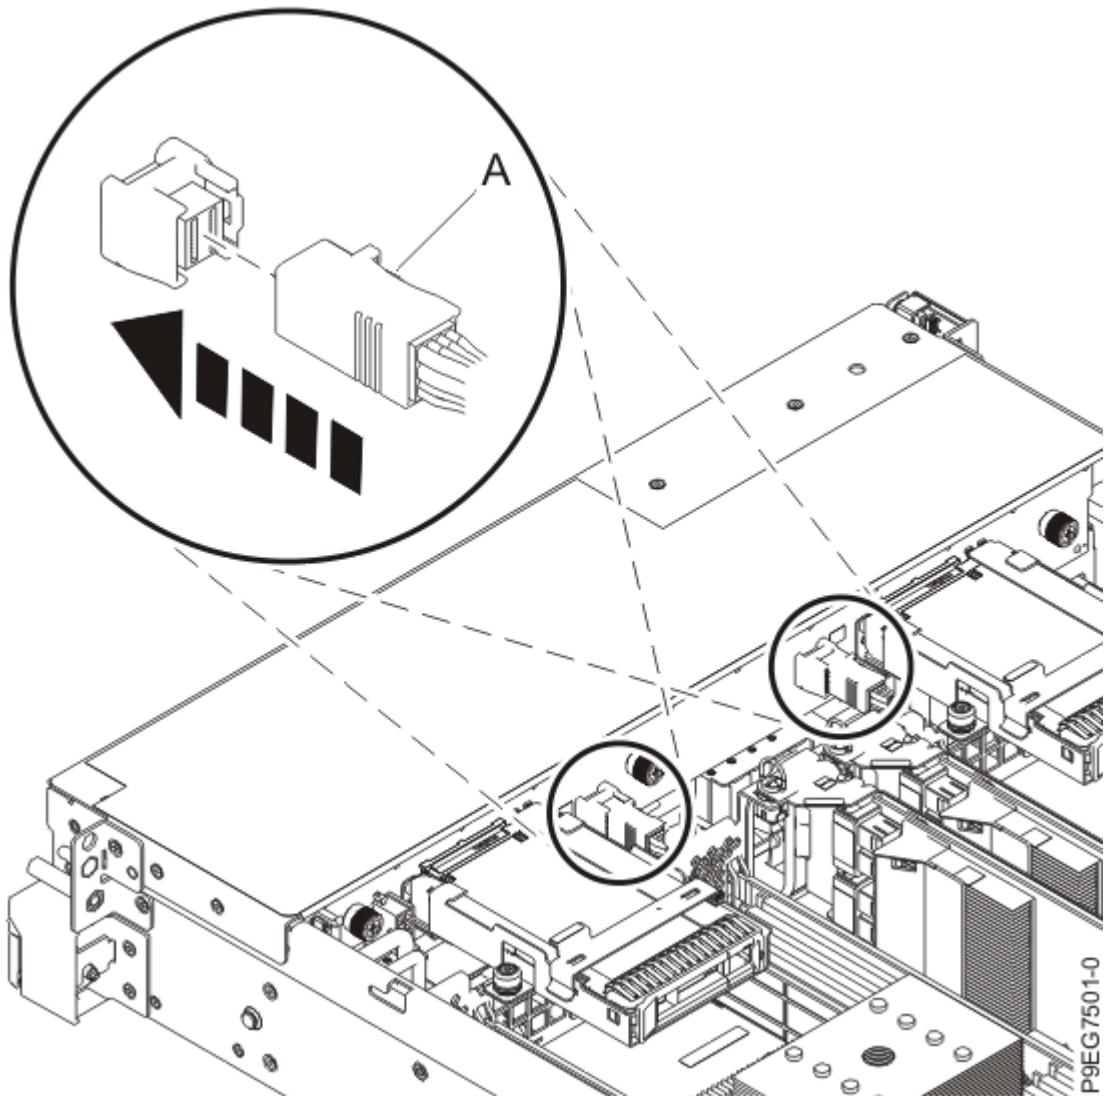

図 10. 前面 SAS ケーブルの再接続
6. ラベルを確認して、前面 SAS ケーブル (A) をディスク・ドライブ・バックプレーンのコネクター・ポートに再接続します。コネクターの止め金が掛かるまで、コネクターを内部に押します。13 ページの図 10 を参照してください。